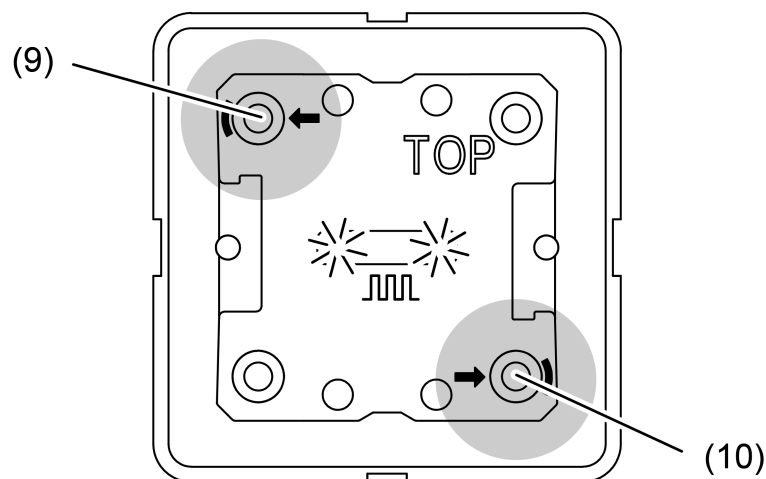

Bild 8: Tasten zur Aktivierung des Programmiermodus
- Programmiermodus aktivieren: Taste oben links (9) drücken und halten. Anschließend Taste unten rechts (10) drücken (siehe Bild 8).